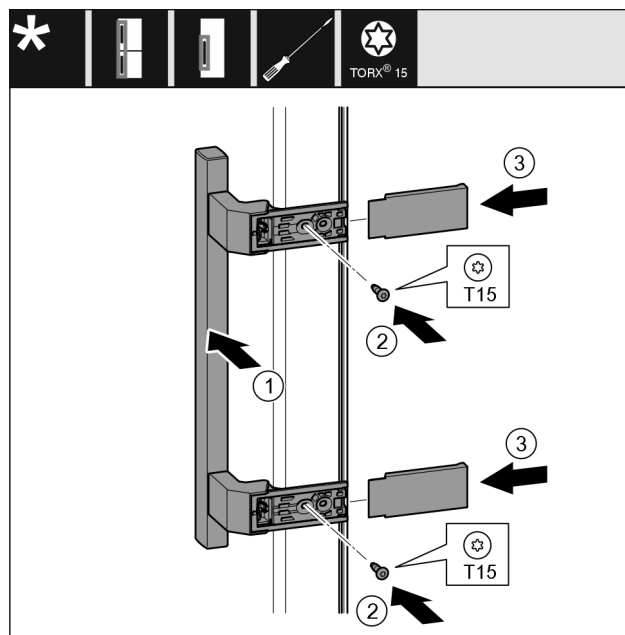

Fig. 53
- ▶ 将把手 Fig. 53 (1) 放到反面。
- ▶ 将螺钉 Fig. 53 (2) 用螺丝刀拧紧。
- ▶ 将盖板 Fig. 53 (3) 放置到侧面并插入。